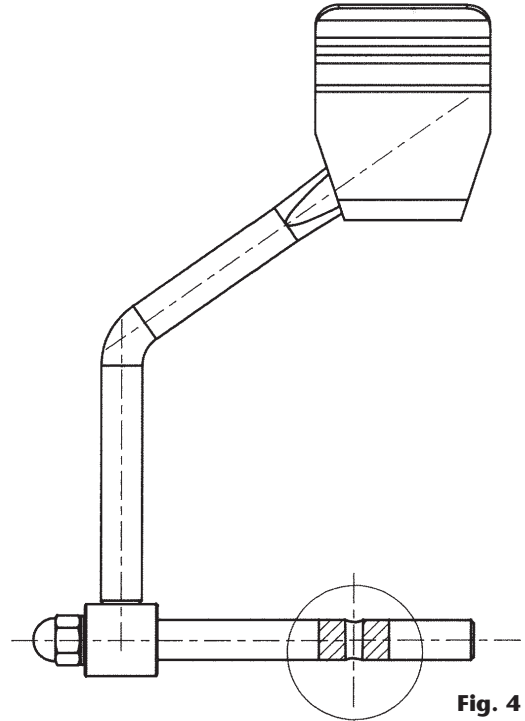

Fig. 4
6. Remove the cap nut and separate the axe from the pedal. Replace the axe in a way that the pin bearing is in line with the pedal and the smaller diameter side of the said conical hole situated on the opposite side of the pedal (fig 4).
6. Remplacer l'axe de façon à ce que le siège de la goupille soit en ligne avec la pédale et l'extrémité avec le plus petit diamètre de ce trou conique situé sur le côté opposé à la pédale (fig. 4).
6. Substituir o eixo de forma que o encaixe da cupilha fique alinhado com o pedal e com a extremidade de diâmetro menor do orifício cônico, fique de lado oposto ao pedal (fig. 4).
6. Sustituya el eje de forma que el alojamiento del pasador quede alineado con el pedal y con el extremo de menor diámetro de dicho taladro cónico situado en el lado opuesto al pedal (fig. 4).
6. Richten Sie die neue Welle so aus, dass die Stift-Bohrung mit dem Pedal fluchtet und dass die Seite der Welle mit dem kleineren Durchmesser der konischen Stift-Bohrung auf der gegenüberliegenden Seite des Pedals (Abb. 4) befindet.